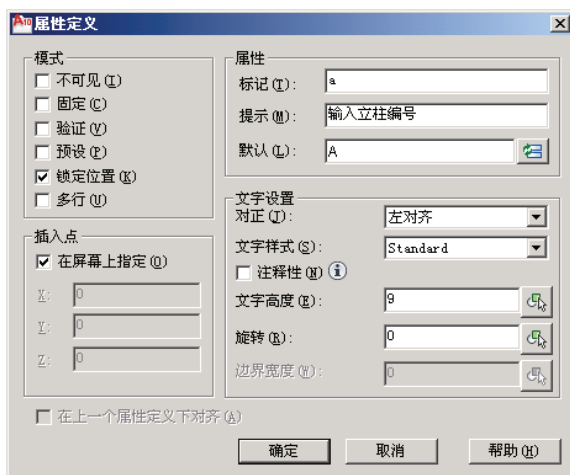

图 7-22 “属性定义”对话框
(2) 单击菜单“绘图→块→属性定义”, 进入“属性定义”对话框, 如图 7-22 所示。
(3) 在“属性”区“标记”文本框中输入“a”，在“提示”文本框中输入“输入立柱编号”，在“默认”框中输入“A”，如图 7-22 所示。